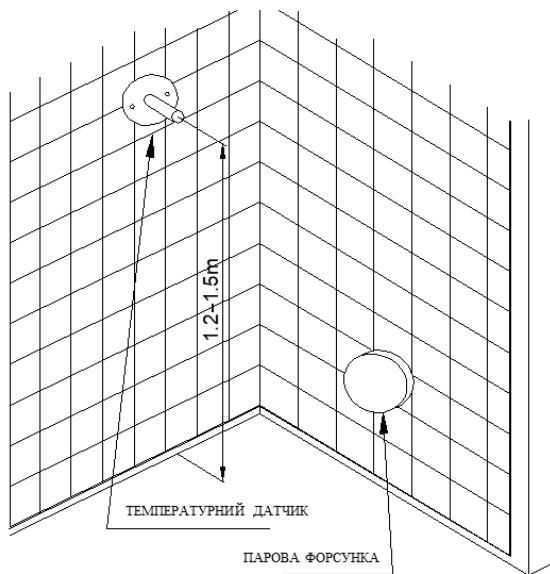

Рисунок 4
- не встановлюйте датчик поблизу дверей або вентилятора вентиляції. (Див. рис. 4.)